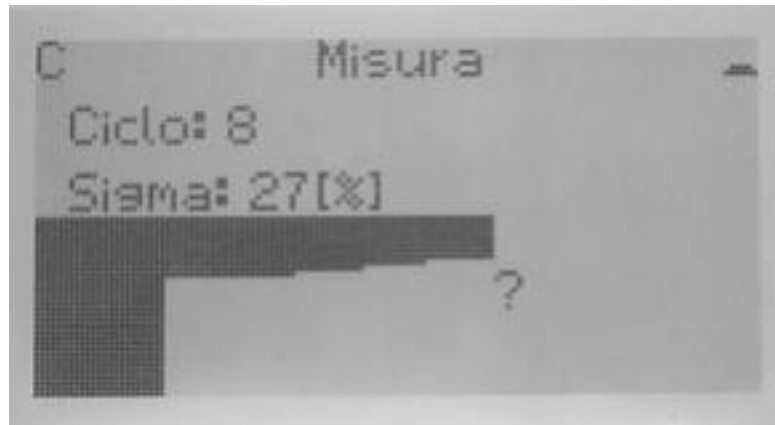

FIGURA 28 – IMMAGINE DI AVANZAMENTO DELLA MISURA
Eseguendo la misura verrà presentata la videata di avanzamento dell'esecuzione dei cicli della misura riportata in Figura 28.
- Ciclo: riporta il numero del ciclo all'interno della misura che viene automaticamente eseguita dal sistema in quel momento, in modo tale che venga raggiunta la precisione richiesta calcolata come Sigma massimo, oppure fino al numero massimo di cicli impostato sul sistema. Nella Figura 28 il sistema sta eseguendo il sesto ciclo su un massimo configurato di undici cicli.
- Sigma: riporta il valore di Sigma calcolato sul ciclo di misura completato e riportato come percentuale del valore misurato. Nella Figura 28 il valore di Sigma in percentuale calcolato per i primi sette cicli completati è del 27%. Nei primi due cicli di esecuzione di una misura non viene riportato sul display il valore di Sigma.